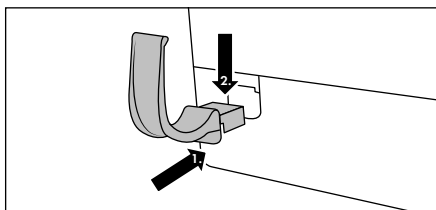

Fig. 1
- ◆ Sæt slangeholderen **15** ind i produktets åbning, og skub den ned, så den sidder fast (se fig. 1).